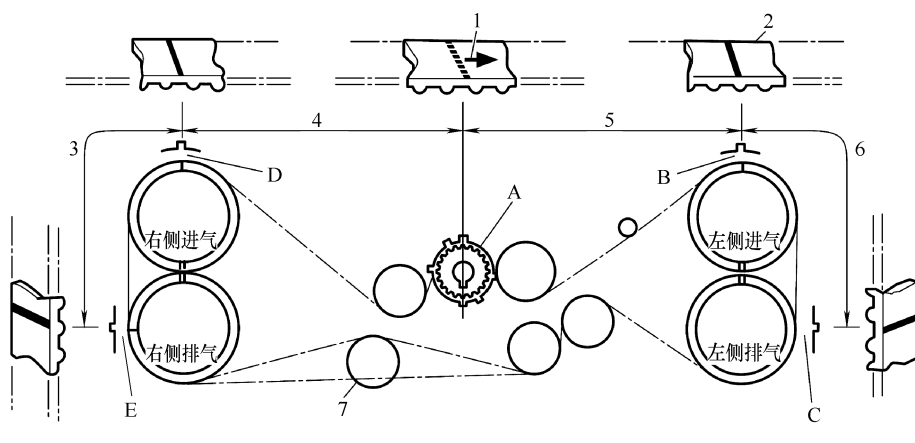
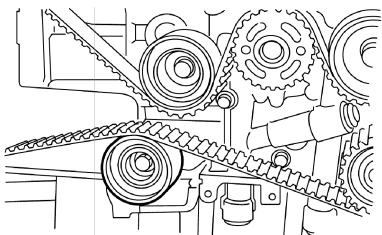

图 7-9 安装正时带正时标记位置
图 7-10 安装正时带
3) 安装正时带。如图 7-9 所示，按 A ~ E 的字母顺序对准正时带上的定位标记和正时带轮上的标记。当对准标记时，使正时带处于合适的位置，如图 7-10 所示。
- 确保正时带和正时带轮上的标记对准, 如图 7-10 所示。